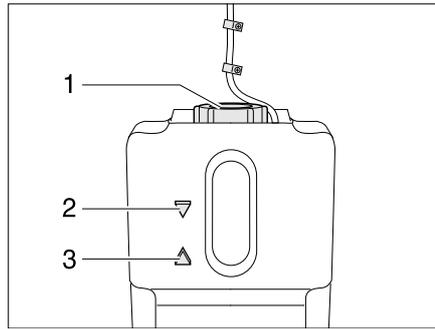

Bild 257 Ausgleichsbehälter Warmwasser-Heizung
- Prüfen, ob am Ausgleichsbehälter (Bild 257) die Flüssigkeit zwischen der Markierung "MIN" (Bild 257,3) und "MAX" (Bild 257,2) steht.
- Am Ausgleichsbehälter den Drehverschluss (Bild 257,1) aufdrehen.